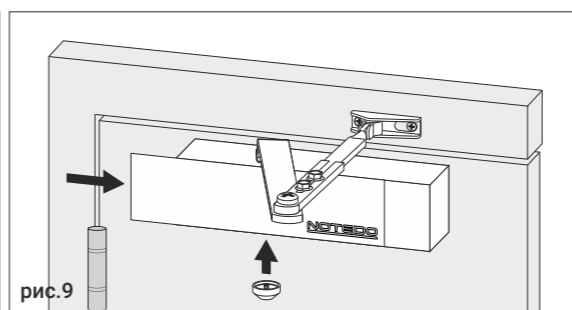

рис.9
8. Настроив функции дверного доводчика, установите на него защитную крышку и декоративный колпачок на противоположную поворотную ось, рис. 9.